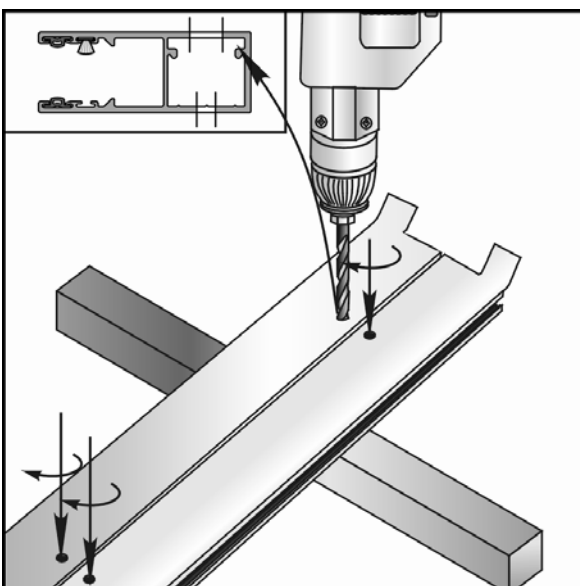
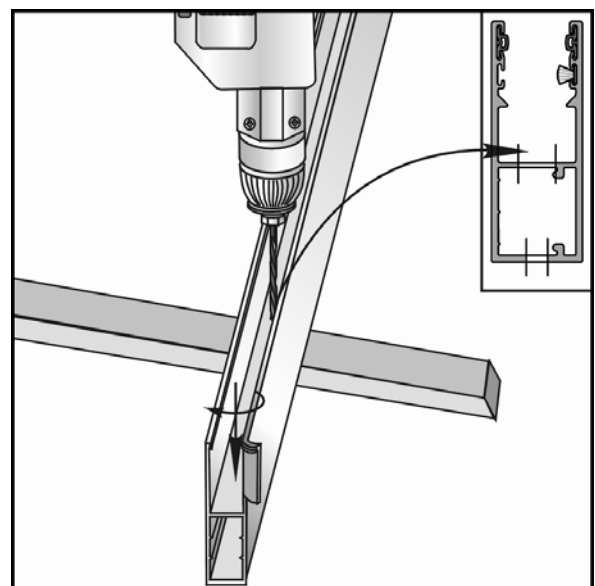

Рис. 2.5
Рис. 2.6
4. При накладном монтаже рассверлить отверстия на лицевой поверхности направляющей шины под заглушки  $\varnothing 11,8$  мм (рис. 2.5). При встроенном монтаже отверстие во внутренней стенке шины рассверлить  $\varnothing 11,8$  мм (рис. 2.6).